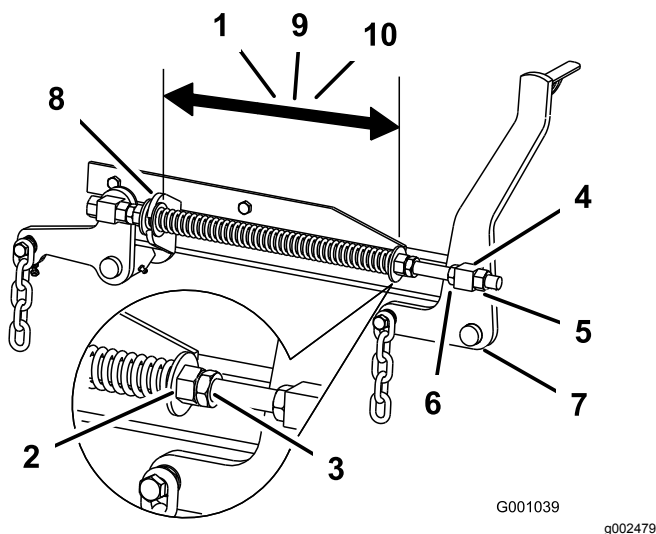

Figura 102
(10½") para carcassas de corte de 152 cm (60") o de 29.2 cm (11½") para carcassas de corte de 183 cm (72") (Figura 102).
- Ajuste esta distancia aflojando la contratuerca elástica y girando la tuerca que está delante de cada muelle (Figura 102).
- Fije la tuerca en la posición deseada apretando la contratuerca elástica (Figura 102).